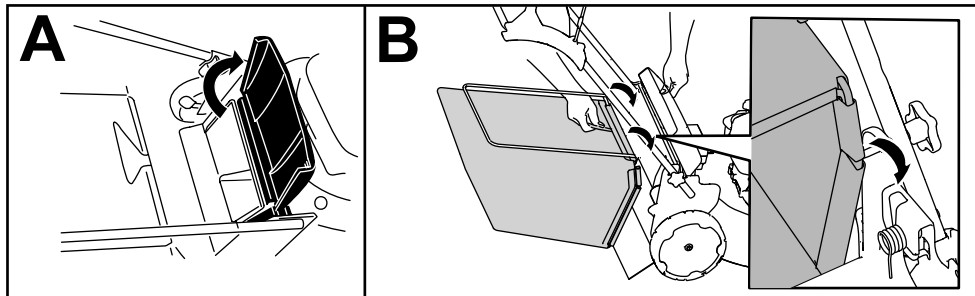

Figure 17
1. Soulevez le déflecteur arrière et maintenez-le dans cette position (A de Figure 17).
2. Montez le bac à herbe en veillant à insérer les ergots dans les fentes sur le support du guidon (B de Figure 17).